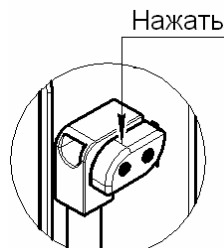

Рис.6
7.4 Когда, при достижении заданной температуры воздуха в камере сигнальные лампы погаснут, откройте дверку, нажав на кнопку (рис.6) и установите противни на нужный уровень (1-ый уровень – под камеры; 2, 3, 4 и 5 уровни – на направляющие). Закройте дверку.